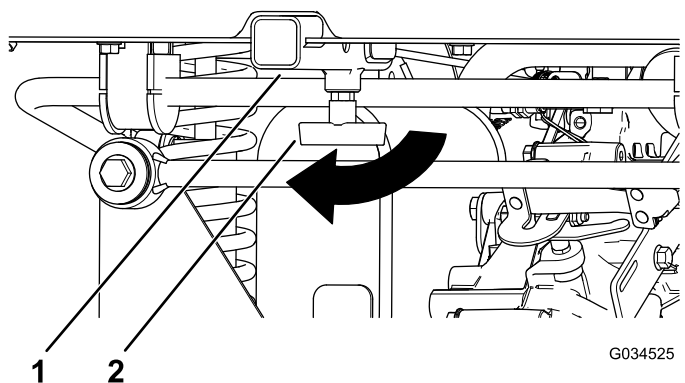

Figura 17
2. Inserite il vostro accessorio nel ricevitore fino in fondo (Figura 17).
1. Allentate la maniglia a T ruotandola in senso orario (Figura 17).